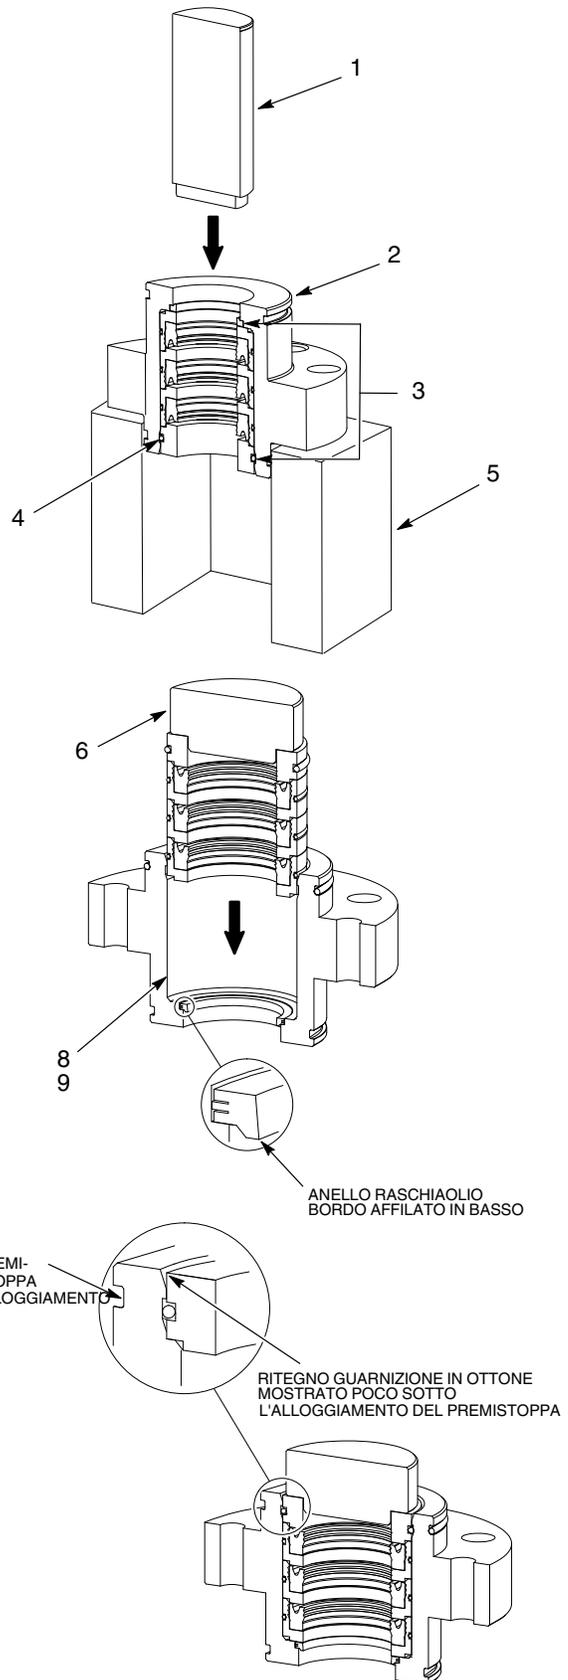

Figura 2 Sostituzione dei pezzi interni del premistoppa
1. Vedi figura 2. Posizionare l'alloggiamento del premistoppa (2) su un dispositivo di montaggio (5) con l'estremità della coppa del solvente che guarda verso l'alto.